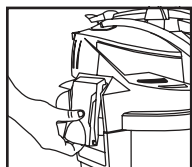

FIGURA 13
14. Vuelva a colocar la tapa del depósito. Eleve los sujetadores y colóquelos en las ranuras sobre la cubierta como se muestra en la **FIGURA 13**. Presione sobre la parte inferior de los sujetadores para trabar en su lugar.